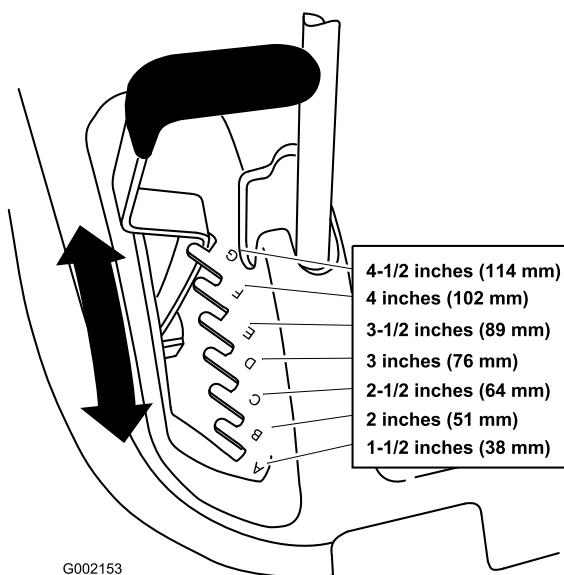

Figura 14
1. Alzate la leva dell'altezza di taglio in posizione di trasporto (anche la posizione di 114 mm dell'altezza di taglio) (Figura 14).
2. Per regolare, alzate la leva di regolazione dell'altezza di taglio e spostatela nella posizione desiderata (Figura 14).